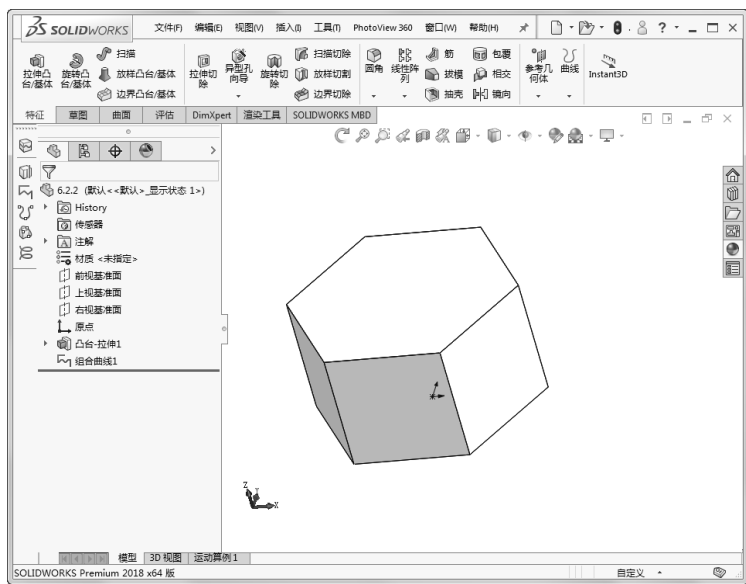

图 3-17 生成组合曲线后的图形及其 FeatureManager 设计树
3) 单击 (确定) 按钮, 生成所需要的组合曲线。生成组合曲线后的图形及其 FeatureManager 设计树如图 3-17 所示。